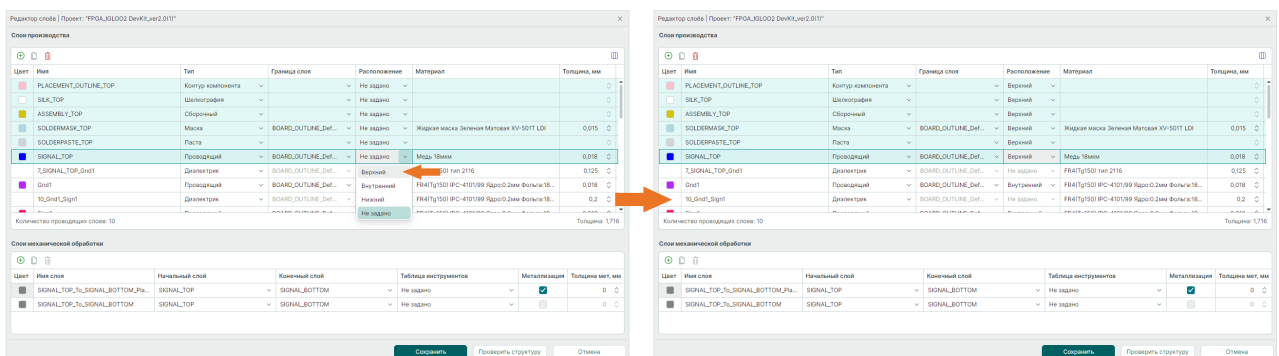

Рис. 300 Редактирование группы слоев
3. Все ячейки выбранных слоев примут выбранное или введенное значение, см. Рис. 300.